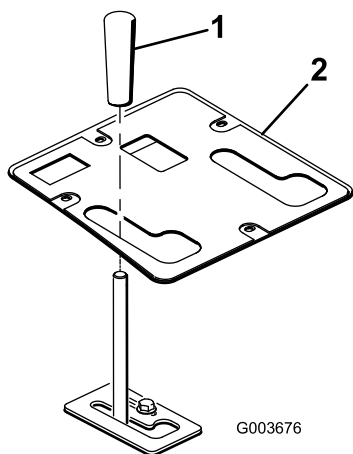

Figura 18
10. Sujete el panel de control con los herrajes que retiró anteriormente (Figura 18).
11. Instale el pomo sobre la palanca de elevación (Figura 18).